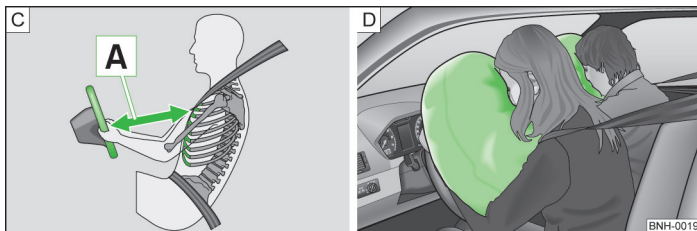

Fig. 159 Distance de sécurité par rapport au volant / airbags gonflés au gaz
Si les airbags se déclenchent, ils se déploient devant le conducteur et le passager avant » fig. 159 - [D]. Lorsque les personnes à l'avant plongent dans les airbags gonflés à bloc, leur mouvement vers l'avant est amorti, ce qui réduit les risques de blessures de la tête et du buste.
- Il est important que le conducteur et le passager avant se tiennent à une distance minimum de 25 cm du volant et du tableau de bord [A] » fig. 159. Les airbags ne peuvent pas vous protéger si vous en êtes plus près - danger mortel ! Les sièges avant et les appuie-tête doivent en outre toujours être ajustés en fonction de la taille des personnes.